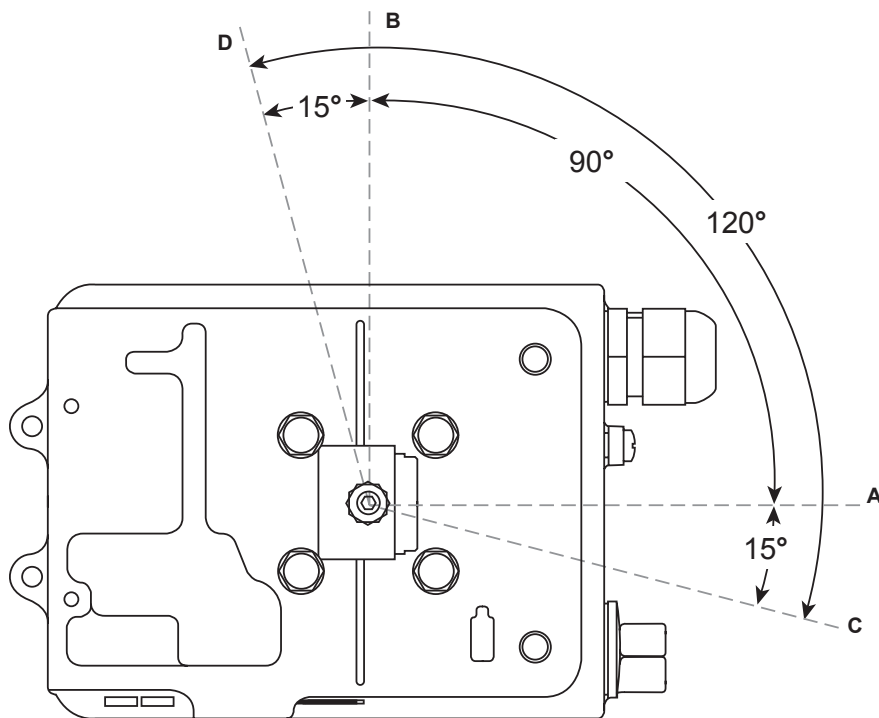

図23 ポジショナー背面図：アクチュエーターの時計回りの場合
5.3.2 図23および24に図示したように、マグネットの向きを調整します。マグナットを位置に取り付けるためにボルトを締め付けます。マグネットとポジショナーの間は5~14mm 離してください。
アクチュエーターの時計回りの回転は図23参照してください。